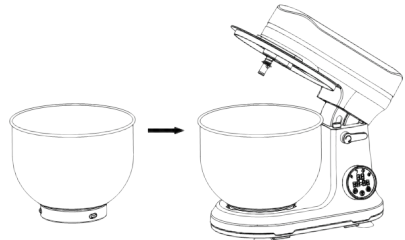

Abbildung 2
- Drehen Sie ihn im Uhrzeigersinn, um ihn zu befestigen. Siehe Abbildung 2 für visuelle Anweisungen.